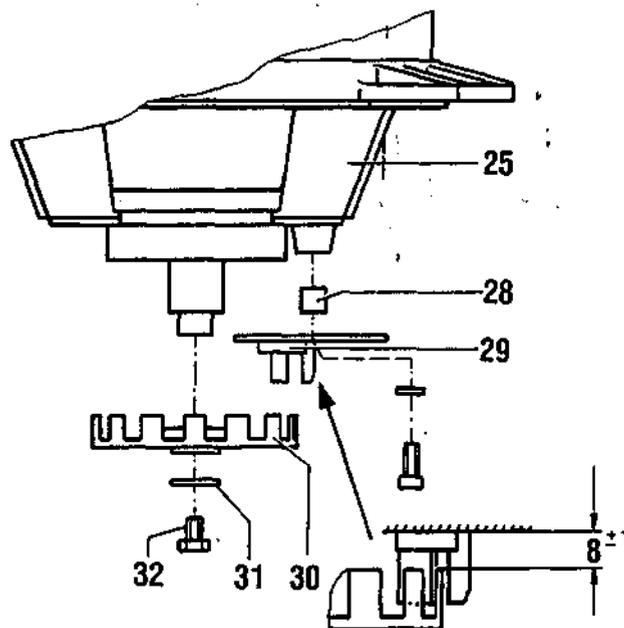

Abb. 18 Drehimpulsgeber-Wechsel
- Schraube (32, Abb. 18) aus Blende (30, Abb. 18) herausschrauben.
- Scheibe (31, Abb. 18) und Blende vom Motor abnehmen.
- Zwei Schrauben mit Scheiben am Drehimpulsgeber (29, Abb. 18) herausdrehen.
- Drehimpulsgeber mit zwei Abstandsrollen (28, Abb. 18) vom Motor abnehmen.
Beim Einbau des Drehimpulsgebers ist darauf zu achten, daß der Abstand zwischen der Oberkante der Blende und der Unterseite des Drehimpulsgeber-Trägers 8 ± 1 mm beträgt! (siehe Abb. 18).